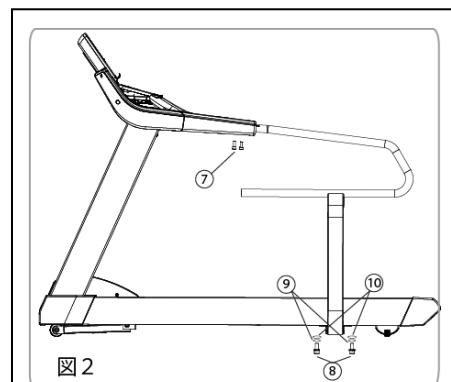

図 2
### 3. ハンドルの取り付け 1（図 2 参照）
左手すり（4）を図 2 を参照に取り付けます。取付け後に手すり上部を M6\*15 ボルト（図 2 ⑦）、下部を M8\*20 ボルト（⑧）、M8 ロックワッシャー（⑨）、M8 フラットワッシャー（10）で下からフレームに固定します。